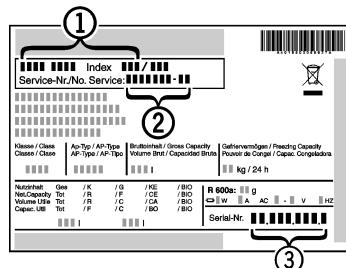

Fig. 50
- Informer le S.A.V. et lui communiquer la panne, la désignation de l'appareil *Fig. 50 (1)*, le n° de service *Fig. 50 (2)* et le n° de série *Fig. 50 (3)*.
- Relever la désignation de l'appareil *Fig. 50 (1)*, le n° de service *Fig. 50 (2)* et le n° de série *Fig. 50 (3)* sur la plaquette signalétique. Cette plaquette se trouve sur la paroi intérieure gauche de l'appareil.